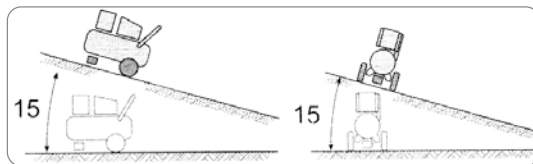

FIGURA 6.9
- **Compressores sobre rodas:** A fim de evitar danos ao compressor, opere-o somente sobre uma base nivelada ou como recomendado no máximo em 15° (Figura 6.9). Se o compressor operar em plano inclinado (máximo 15°) as rodas devem ser calçadas para evitar rolamento indesejado.